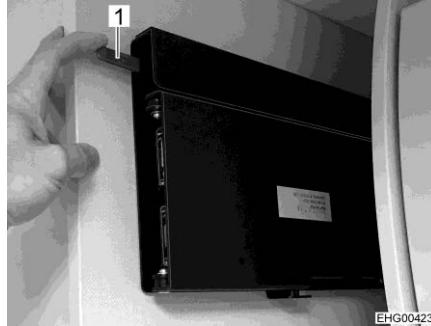
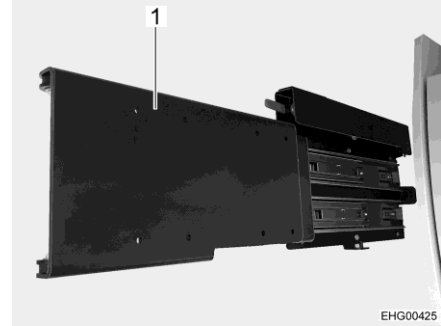

Fig. 92 Desbloquear el dispositivo de extracción
Fig. 93 Dispositivo de extracción (extendido)
- Presionar la palanca roja (Fig. 92,1) hacia abajo y extraer el dispositivo de extracción (Fig. 93, 1). La pantalla plana está orientada hacia el habitáculo.